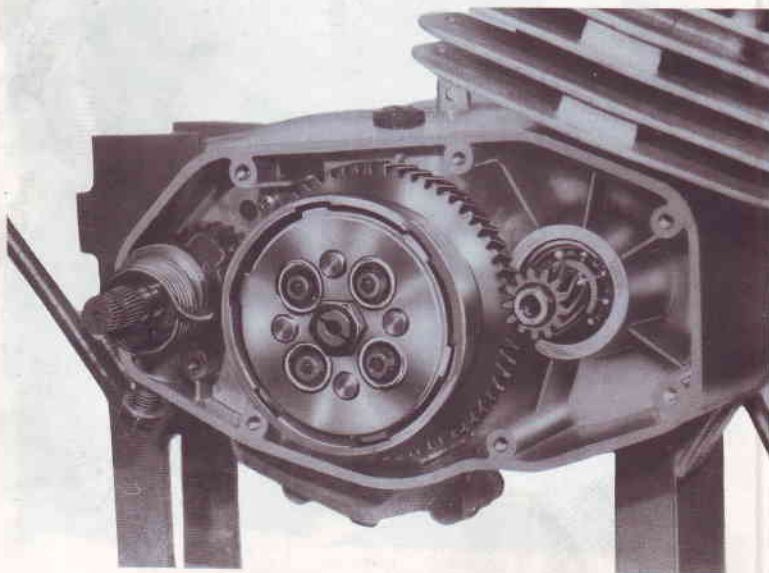

Fig. 13 - Dépose du couvercle d'embrayage
- Déposer le couvercle d'embrayage après avoir retiré toutes les vis de fixation, et récupérer le joint. (Fig. 13)